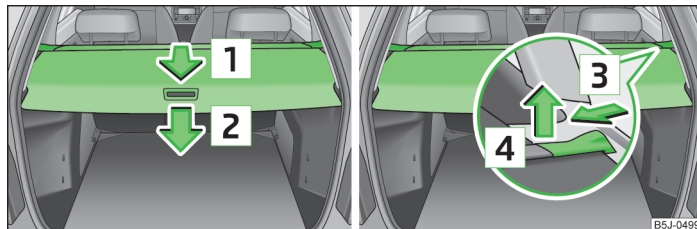

Fig. 50 Bagagliaio: cappelliera avvolgibile / estrazione della cappelliera avvolgibile
- Estrarre la cappelliera avvolgibile seguendo la direzione indicata dalla freccia [1] sino all'arresto in posizione fissa.» fig. 50